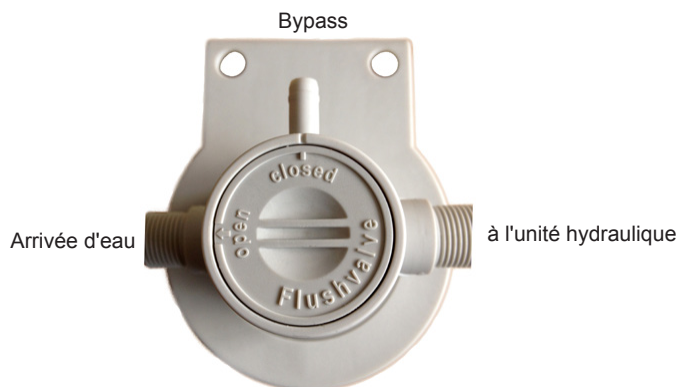

Fig. 41: Régler la vanne sur « closed » (position de service)
- Réglez la vanne sur la tête du dispositif de traitement d'eau pour que « open » soit sur « closed » (voir Fig. 41).